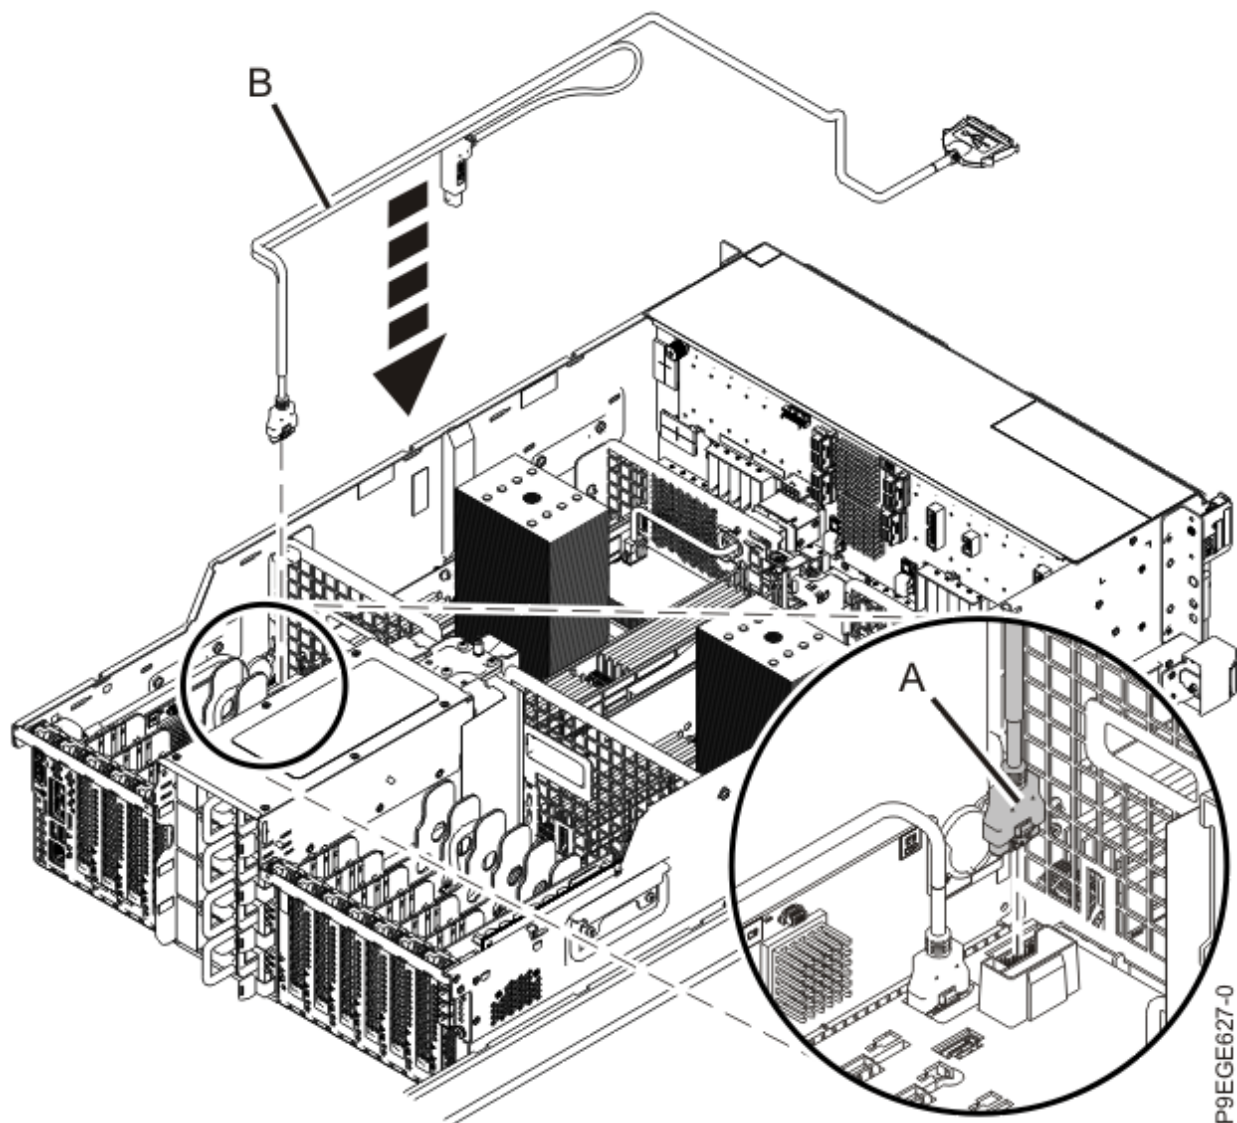

図 26. システム・バックプレーンへの前面 USB ケーブルの再取り付け
6. USB ケーブル **(B)** の USB コネクター **(A)** のプラグをシステム・バックプレーンに差し込みます (28 ページの図 26 を参照)。